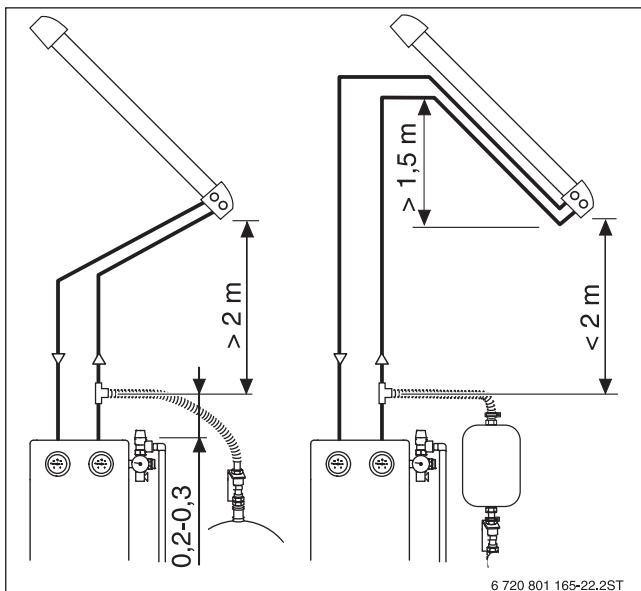

Bild 138 Abstand zum Kollektorfeld (SKR)
- ▶ Wenn die Mindestrohrleitungslänge oder der Mindesthöhenabstand **nicht** eingehalten werden kann: Am Kollektorfeld mit Vorlauf und Rücklauf einen „Leitungssack“ von mindestens 1,5 m Höhe bilden (→ Bild 138).